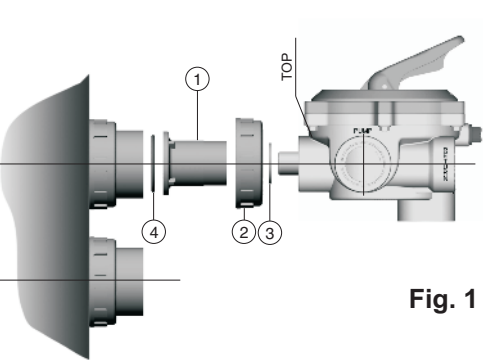
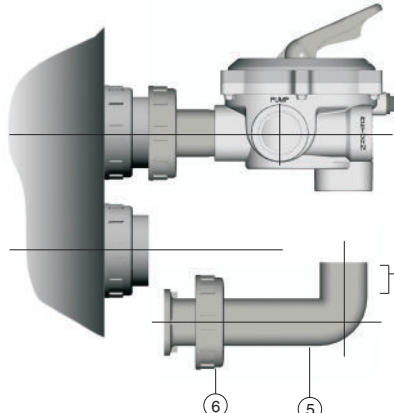

Fig. 1
Fig. 3
- Montar a tampa posicionando-a de forma a que coincidam nas marcas (Tampa-corpo, ver fig. 1).
- Terminar o fecho da válvula utilizando as porcas e parafusos (ver fig. 1).
1. Avvitare il manicotto (1) alla valvola selettoria all'imboccatura indicata con TOP, avendo, in precedenza posizionato la guarnizione piana (3) a la flangia (2) come previsto in fig. 1. Serrare fortemente il manicotto (1) per ottenere una tenuta stagna.
2. Collegare la valvola all'imboccatura superiore del filtro, avvitando leggermente la flangia (2) in modo che la valvola possa ruotare. Assicurarsi di aver collocato l'O-Ring (4) nel suo alloggiamento prima di avvitare la flangia (2).
3. Si provvederà ad allineare la valvola con le uscite del filtro montando il gomito (5) e la flangia (6) (vedi fig. 3) senza incollarle.
1. Einlegeteil (1) in den mit TOP beschrifteten Eingang des Mehrwegventils einschrauben, zusammen mit der Flachdichtung (3) und nach Auflegen des Mutter (2), gem. Abb. 1. Einlegeteil (1) fest andrehen um die Dichtheit sicherzustellen.
3. Ventil mit den Filteranschlüssen auf Linie bringen und das Knie (5) mit der Mutter (6) befestigen, gem. Abb.3, jedoch noch nicht verkleben.